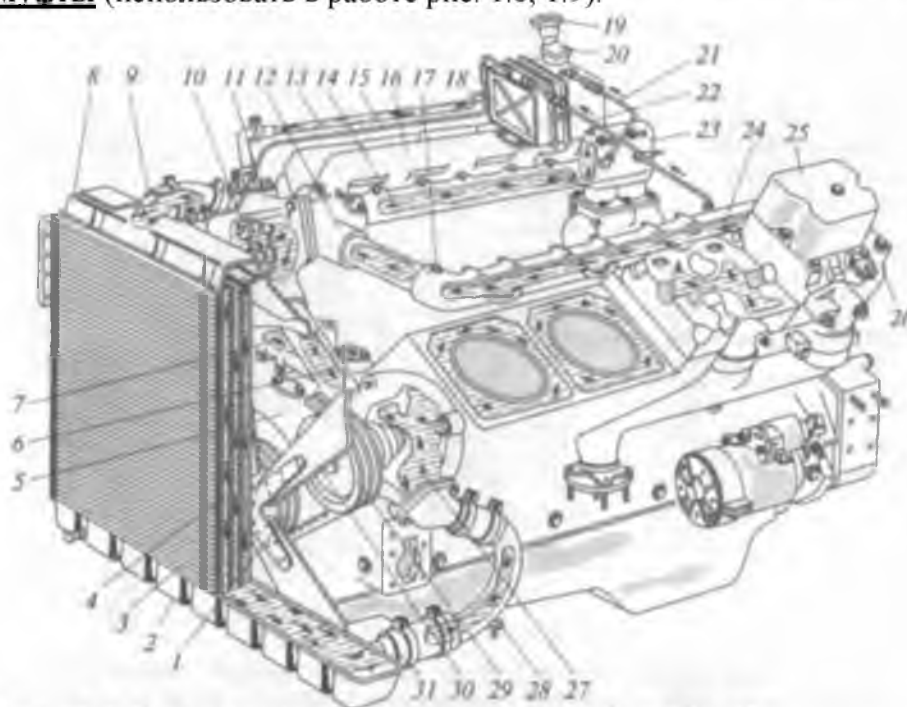

Рис. 1.7. Система охлаждения двигателя КамАЗ-740:
8. Изучить устройство и работу агрегатов системы охлаждения двигателя КамАЗ-740 (использовать рис. 1.7—1.9).